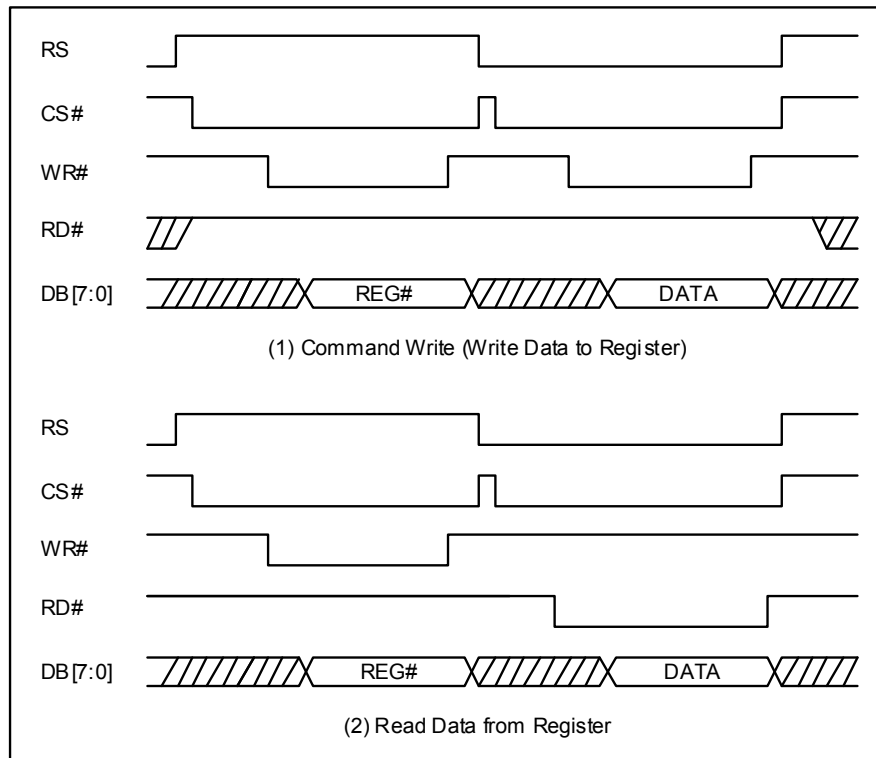

图 6-27：「指令写入到寄存器」与「寄存器读取」
RA8875 有数十个指令寄存器，当要针对某指令寄存器进行写入指令时，首先必须执行「指令写入周期」，包括先写入寄存器位置，然后再以「数据写入周期」将数值写入该寄存器。因此，「指令写入」意指「将数据写到寄存器当中」，在前述两个动作执行后，数值数据 (指令) 将被写入到该寄存器，相关时序请参考图 6-27 内的 (1)。
若要读取寄存器中的内容值，则第二个数据传输周期为「数据读取周期」，请参考图 6-27 内的 (2)。需注意的是图 6-27 是以 8080 的传输接口来举例。